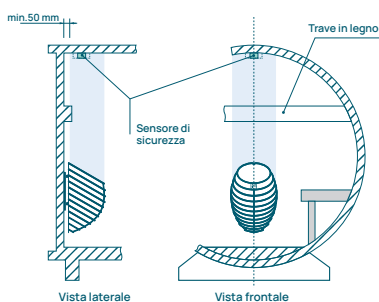

Figura 10. Installazione del sensore di sicurezza a soffitto nelle saune a botte: riscaldatore a parete
- Per garantire un funzionamento ottimale del sensore, installare il sensore di sicurezza a soffitto nel caso in cui la sauna a botte abbia una trave di legno sulla parete in cui è installato il riscaldatore. Figura 10.